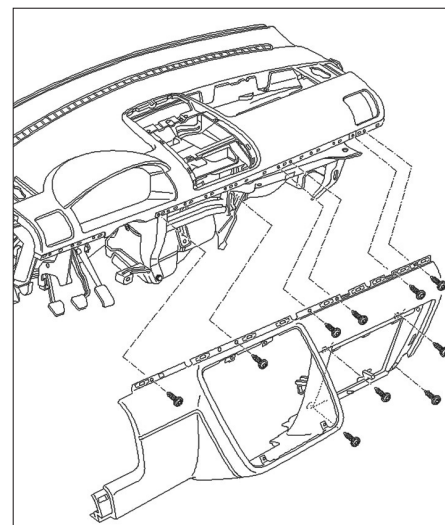

Fig. 20
• Dévisser les dix fixations et retirer le revêtement inférieur de la planche de bord (Fig.20).